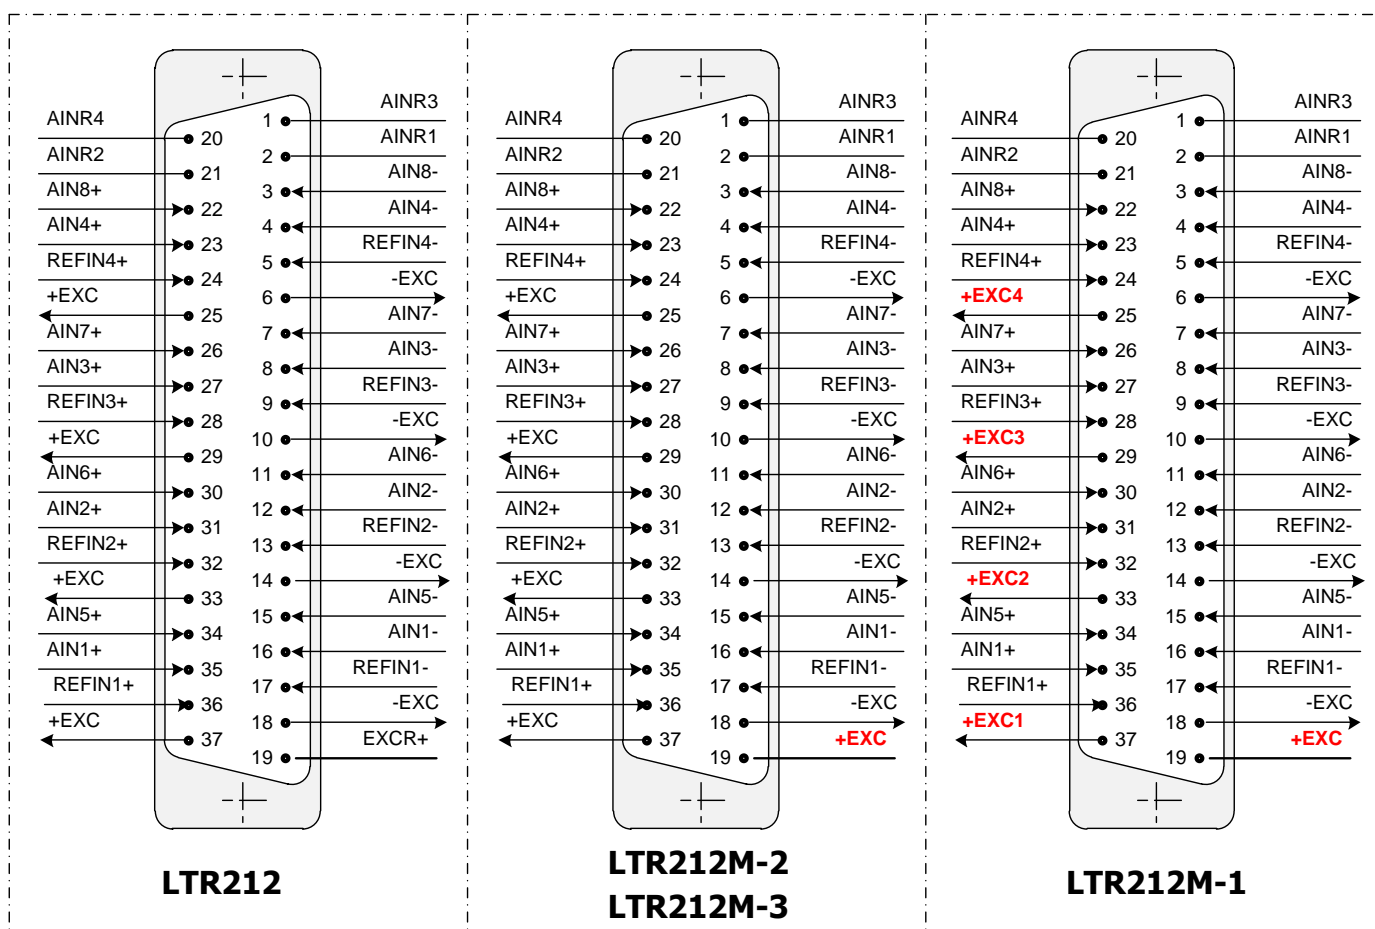

Рис. 7-6. Сигналы на разъеме модулей LTR212, LTR212M
Модуль LTR212(M) имеет блочную часть разъема типа DRB-37M для подключения мостовых схем. Внешние подключения к LTR212(M) должны производиться путем распайки сигнальных цепей на кабельную часть разъема (тип DB-37F). Назначение сигналов приведено в табл. 7-3, а внешний вид блочного разъема см. на рис. 7-6.